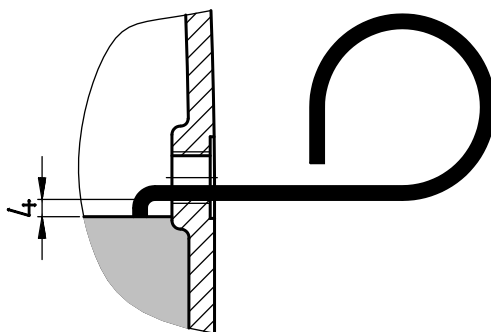

Figura 33: Verificar o nível de óleo com a vareta medidora de óleo
2. O nível de óleo no redutor deve ser verificado com a haste medidora de óleo fornecida em conjunto (n.º de peça: 28300500), como representado em Figura 33. Para isso a haste medidora de óleo a mergulhar no óleo deve ser mantida na vertical. O nível de óleo máximo é a aresta inferior da furação do nível de óleo. O nível de óleo mínimo está aprox. 4 mm abaixo da aresta inferior da furação do nível de óleo. Então a haste medidora de óleo ainda mergulha ligeiramente no óleo.